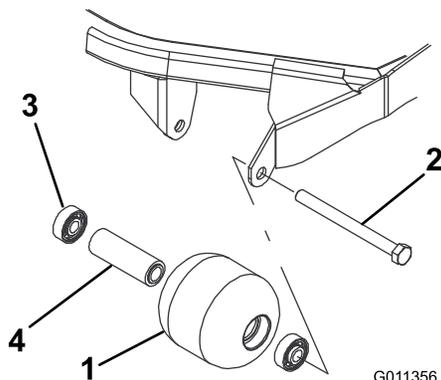

Bild 91
1. Entfernen Sie die Rollenbefestigungsschraube (Bild 91).
4. Prüfen Sie das Rollengehäuse, die Lager und das Distanzstück auf Beschädigungen (Bild 91). Tauschen Sie beschädigte Teile aus und bauen Sie alles wieder zusammen.
1. Drücken Sie das erste Lager in das Rollengehäuse (Bild 91). Drücken Sie dabei nur
2. Setzen Sie ein Distanzstück ein (Bild 91).
3. Drücken Sie das zweite Lager in das Rollengehäuse (Bild 91). Pressen Sie dabei gleichmäßig auf den inneren und den äußeren Käfig, bis der innere das Distanzstück berührt.